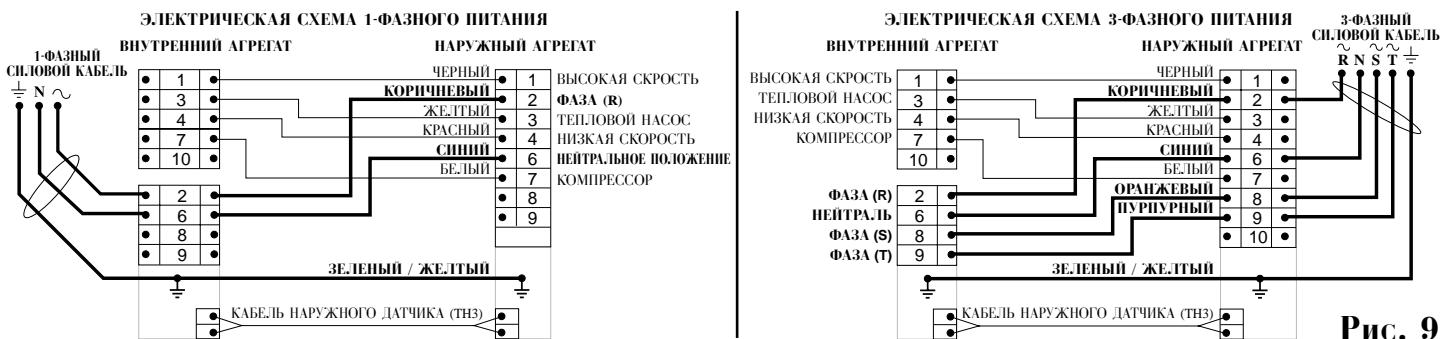

Рис. 9
- Установите настенный пульт ① на расстоянии до 8 метров от блока управления. Выберите такое положение, в котором пульт мог бы получать команды из любой точки комнаты.
- Подключите кабель ② к настенному пульту. Второй конец кабеля подключите в соответствующем месте (помечено "DISPLAY" - дисплей) блока управления.
- Подключите электрический кабель соединения агрегатов к клеммной коробке ③, вставив защищенные концы проводов (8 мм) с помощью отвертки. Следите за тем, чтобы провода были подсоединенны в соответствии с монтажной схемой, приведенной на рис. 9.
- Подсоедините клеммы, входящие в комплект к проводам кабеля соединения агрегатов. Подсоедините провода к клеммному блоку в соответствии с цветовыми обозначениями, приведенными на рис. 9.